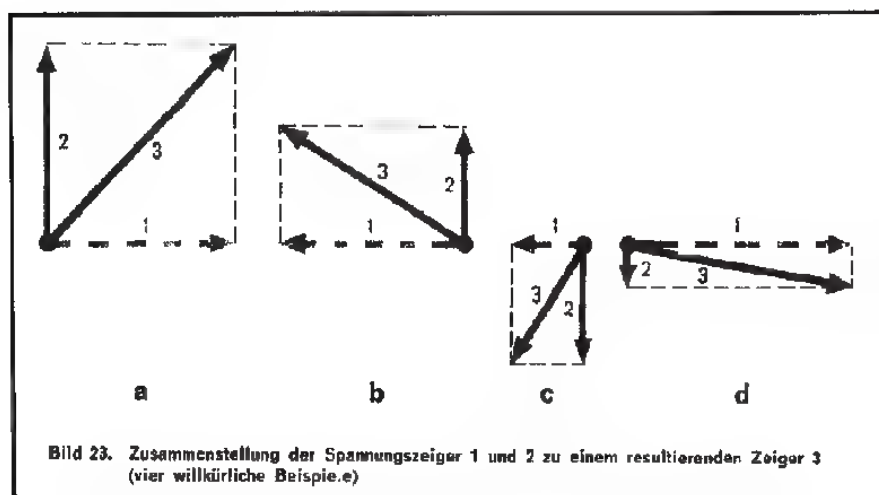

Bild 23. Zusammenstellung der Spannungszeiger 1 und 2 zu einem resultierenden Zeiger 3 (vier willkürliche Beispiele)
ger (2), und zwar derart, daß die Zeigerlängen den Spannungswerten der zugehörigen Differenzsignale entsprechen (vgl. Bild 23). Außerdem wollen wir voraussetzen, daß die Polarität beider Trägerspannungen (Zeiger 1, nach rechts = positiv, nach links = negativ; Zeiger 2, nach oben = positiv, nach unten = negativ) mit der der zugehörigen Differenzsignale übereinstimmt.